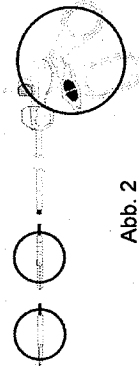

Abb. 2
1. Mit Zeigefinger und Daumen die Klängen/Backen vorsichtig zusammen bringen, um sicherzustellen, dass sie vollständig geschlossen sind (siehe Abb. 2).